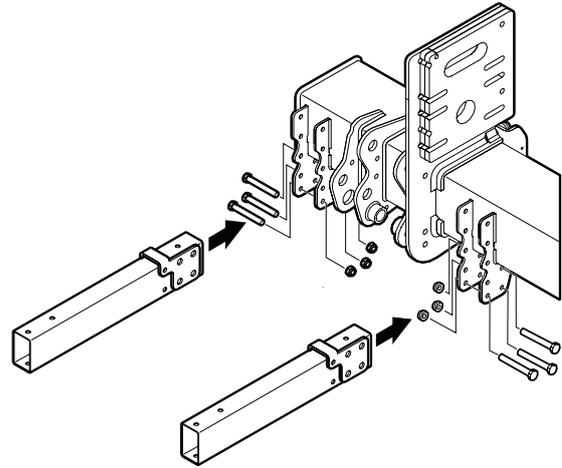

Abbildung 29. Montage der Halterungen am Träger
1. Die Halterungen am Träger der Ladebordwand mit 3 Schrauben M12x100 anbringen, ohne die Schrauben anzuziehen. siehe Abbildung 29.